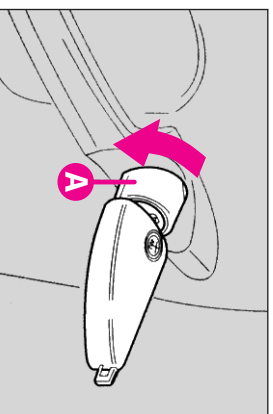

fig. 13
-pentru deschiderea ușii, rotiți cheia (în sensul acelor de ceasornic pentru ușa șoferului, în sens invers pentru ușa pasagerului), apoi scoateți cheia și apăsați butonul(A-fig. 13).